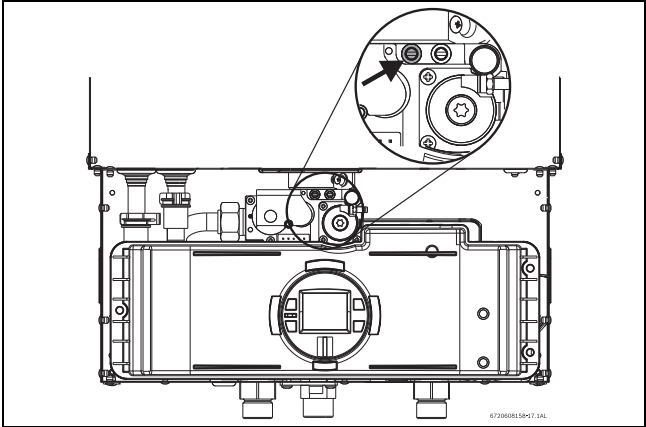

Fig. 41 Port de test de pression du gaz (captage gauche)
- ▶ Retirer le panneau avant et localiser le port de test de pression du gaz d'entrée (voir fig. 41).